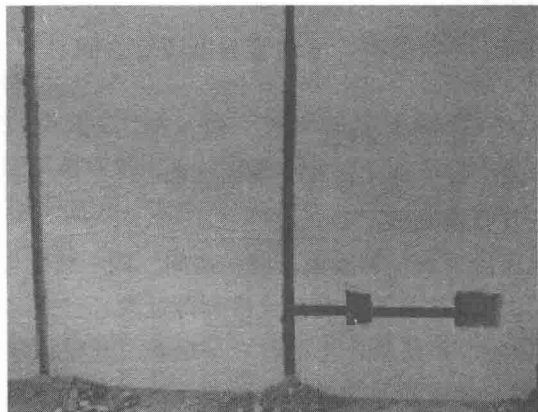

图 1-4 经修平的线槽示意
⑤ 线槽尽可能保持宽度一致,转弯处应以圆弧连接,如图1-4所示。
⑥ 在槽底以冲击钻钻孔,以便敲入木楔,以固定电线管,木楔顶部应与槽底平齐。